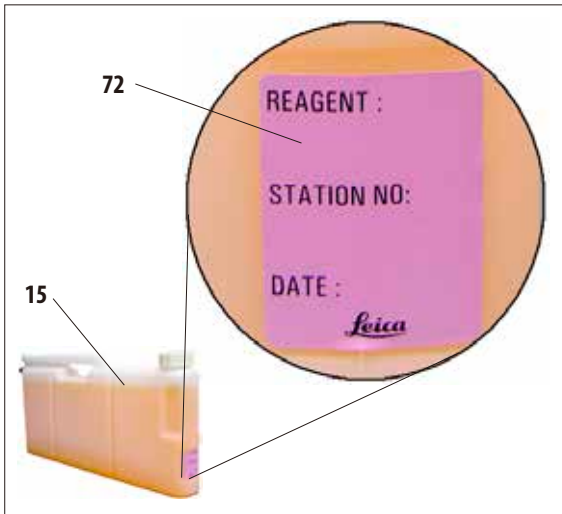

Bild 55
Etiketterna (72) fästs på systemflaskornas framsida (15), som på bild 55.
På etiketten kan du anteckna stationsnumret och det datum då det aktuella reagensmedlet fylldes på (bild 55).